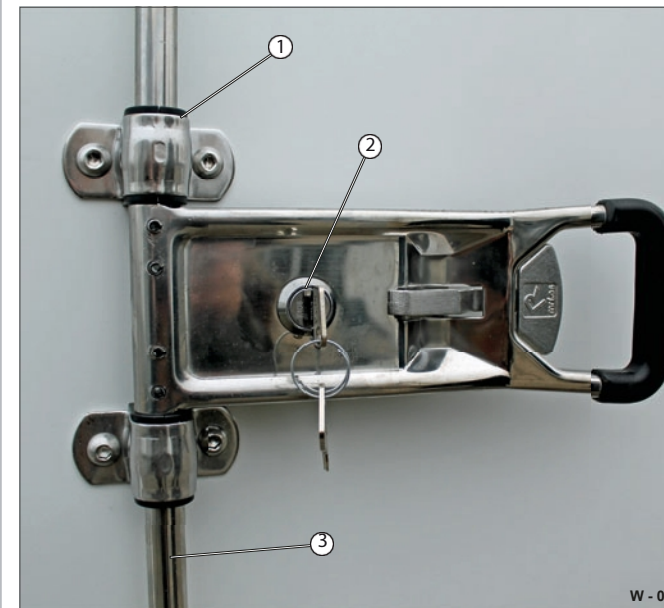

Fig. 6 Kontrolfunktion
- Kontrollér lejepunkterne (fig. 6/1) for deformation.
- Kontrollér cylinderlåsens funktion (Fig. 6/2).
- Kontrollér torsionsstangen (Fig. 6/3) for deformation.